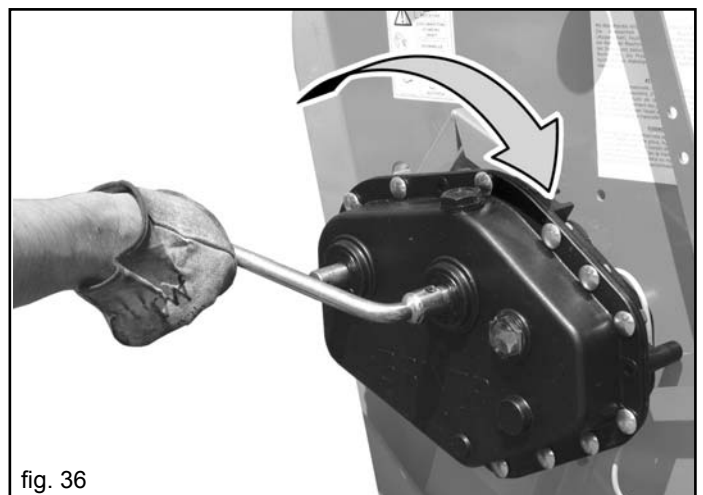

fig. 36
- 4) Insertar la manivela (Fig. 36) en el árbol del embrague y girar en el sentido dextrorso;